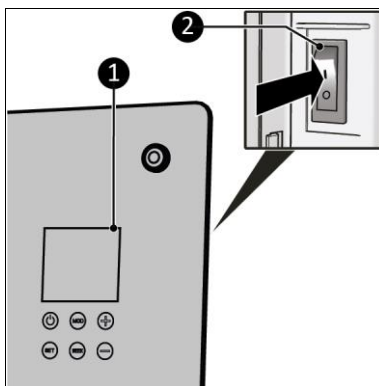

Figure 16
1. Mettez le commutateur ON/OFF en position ON (figure 16, pos. 1).
2. L'écran (figure 16, pos. 2) affiche OFF.